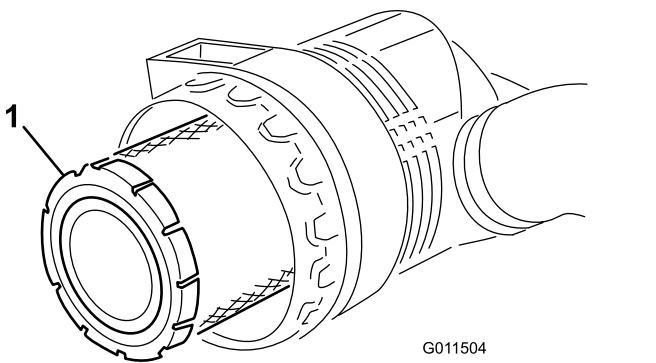
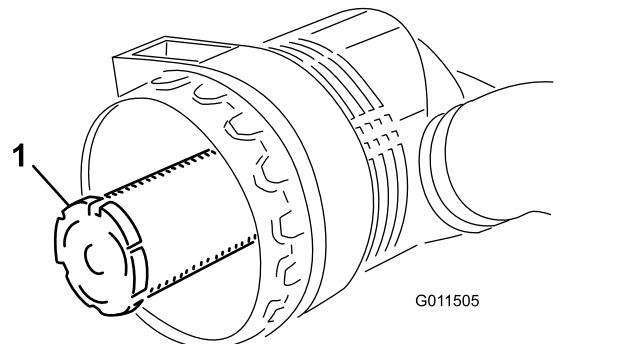

Figura 72
Figura 73
3. Retire o filtro principal (Figura 72). Não se recomenda a limpeza do elemento usado devido a possibilidade de danos no meio do filtro. Ispécione o filtro novo para ver se sofreu danos durante o transporte, verificando a extremidade vedante do filtro e o corpo. Não utilize um elemento danificado. **Não** retire o filtro de segurança (Figura 73).
Importante: Nunca tente limpar o filtro de segurança (Figura 73). Substitua o filtro de segurança após três operações de manutenção do filtro primário.
4. Substitua o filtro principal (Figura 72).